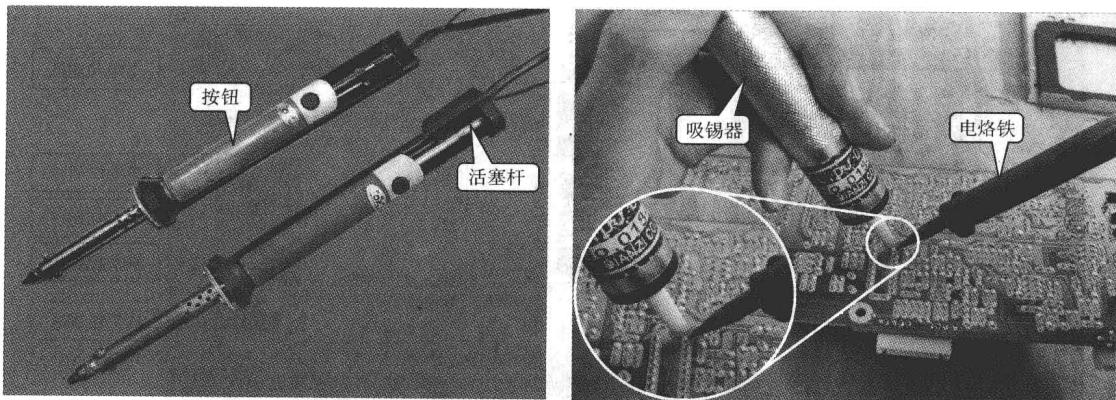

图 1-14 吸锡器
1) 吸锡器：吸锡器主要用于在拆焊时，先吸去元器件引脚和焊点周围多余的焊锡，其烙铁头是空心的，而且设有吸锡装置，如图 1-14 所示。